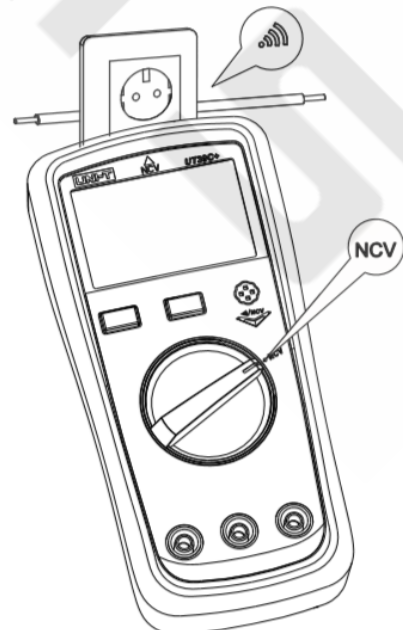

Рисунок 8
9.11. Бесконтактное обнаружение переменного напряжения (доступно только в модели UT39C+) (см. Рисунок 8)